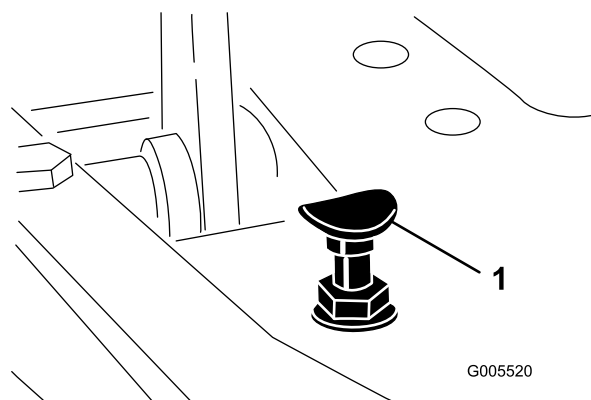

Figura 53
Per ottenere la velocità massima di trasferimento mettete la leva di comando delle funzioni in posizione di trasferimento, e premete il pedale di trazione. Se il pedale tocca il fermo (Figura 53) prima che avvertiate la tensione sul cavo:
1. Spostate la leva di comando delle funzioni in posizione di trasferimento e allentate il dado di bloccaggio che fissa il fermo del pedale alla piastra di appoggio (Figura 53);